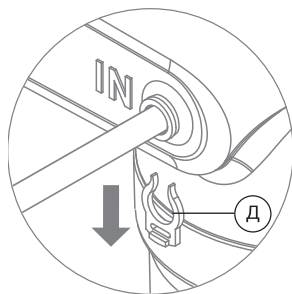

Рис. 18
1. Удалите стопорную клипсу (Д) (рис. 18).